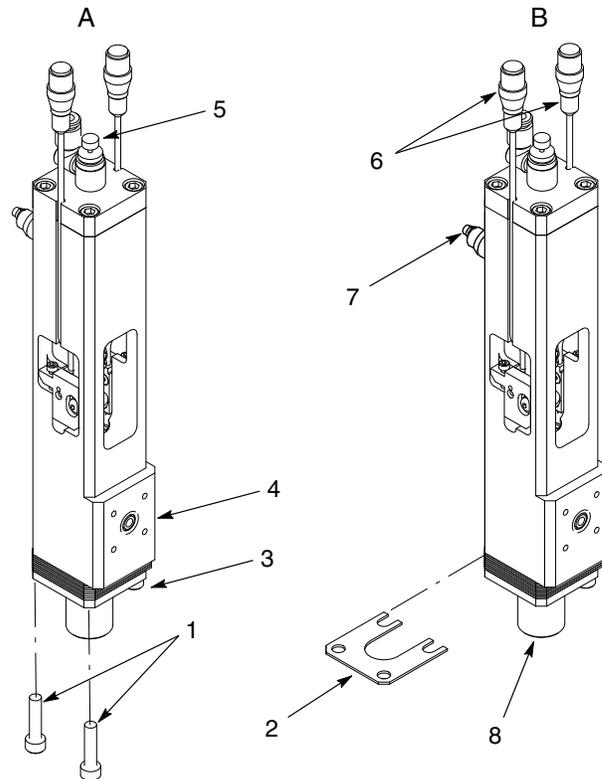

Figura 3 Ajuste del tamaño de inyección
Ver la figura 3 y seguir los procedimientos indicados en la tabla 3.
2. Ver la figura 3. Retirar únicamente los dos tornillos (1) tal y como se muestra en A. Aflojar los tornillos restantes (3) solo lo necesario para añadir o retirar los separadores (2).
3. Añadir o retirar los separadores (2) tal y como se muestra en B para obtener el tamaño de inyección deseado. Empujar el adaptador de boquilla (8) con la mano hasta que entre en contacto con los separadores (2).
4. Instalar los tornillos (1). Apretar los tornillos (1, 3) a 11 pies-lb (15 N•m).